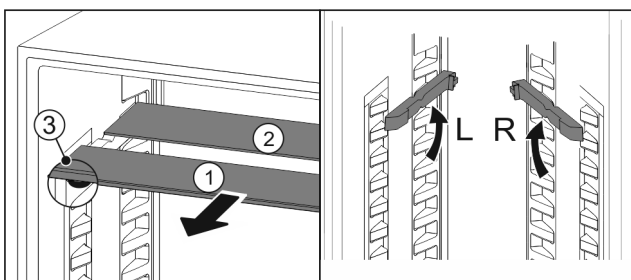

Fig. 56
- ▶ Glasplatten einzeln nach vorne herausziehen Fig. 56 (1).
- ▷ Glasplatte Fig. 56 (1) mit Zierleiste liegt vorne.
- ▷ Stopps Fig. 56 (3) zeigen nach unten.